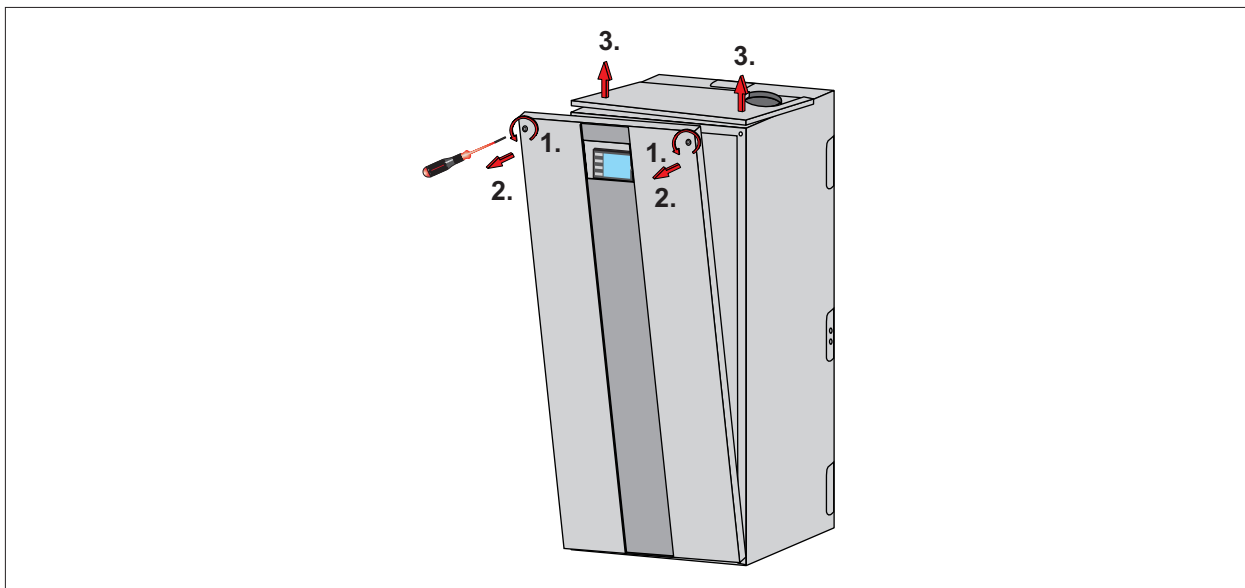

Abb. 5.2 Verkleidung demontieren
- ▶ Befestigungsschraube (4) eindrehen.
- ▶ Blinddeckel (6) auf den Abgasanschluss oben aufstecken.
- ▶ Blinddeckel ca. 15° gegen den Uhrzeigersinn drehen, bis dieser einrastet (Kontrolle über Positionspfeil (10)).
- ▶ Sicherungsbügel (2) schließen.
- ▶ Auf Sitz des Führungsbleches in der Nut des Abgasrohres achten (11).
- ▶ Befestigungsschraube (1) „Abgasanschluss oben“ eindrehen.
- ▶ Verkleidung demontieren („Abb. 5.2 Verkleidung demontieren“).